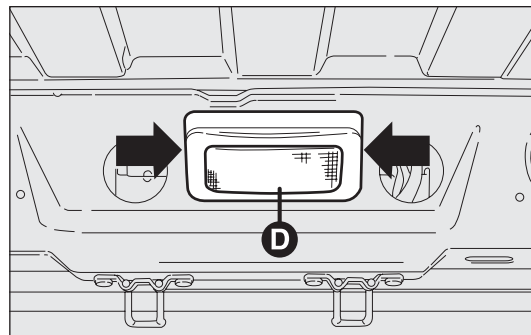
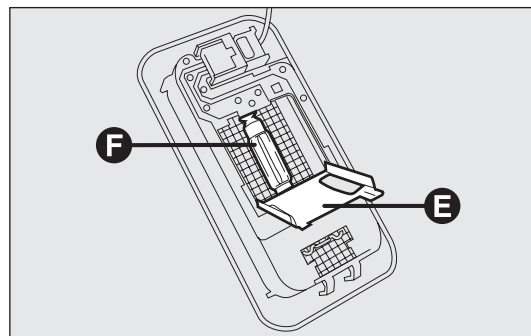

fig. 207
fig. 208
- agir sur les points indiqués par les flèches et enlever le plafonnier D-fig. 207 ;
- ouvrir la trappe de protection E-fig. 208 ;
- remplacer l'ampoule F-fig. 208 en la dégageant des contacts latéraux et en s'assurant que la nouvelle ampoule soit correctement bloquée entre les contacts ;
- refermer la trappe de protection E-fig. 208 et réinsérer le plafonnier D-fig. 207 dans son logement en s'assurant de son blocage.